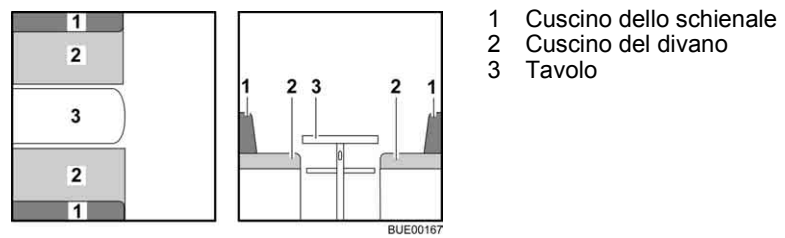

Fig. 70 Prima della trasformazione
- Trasformare il tavolo (Fig. 70,3) in struttura di supporto letto (vedi paragrafo 6.11).